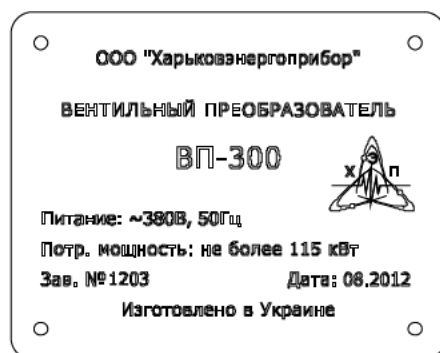

Рисунок 4 Табличка с маркировкой
2.6.1 На откидной крышке Преобразователя закреплена на заклепках табличка, на которой имеются надписи «ООО Харьковэнергоприбор. Вентильный Преобразователь. ВП-300. Краткие технические характеристики. Зав. № _____, год выпуска. Изготовлено в Украине» (см. рисунок 4).